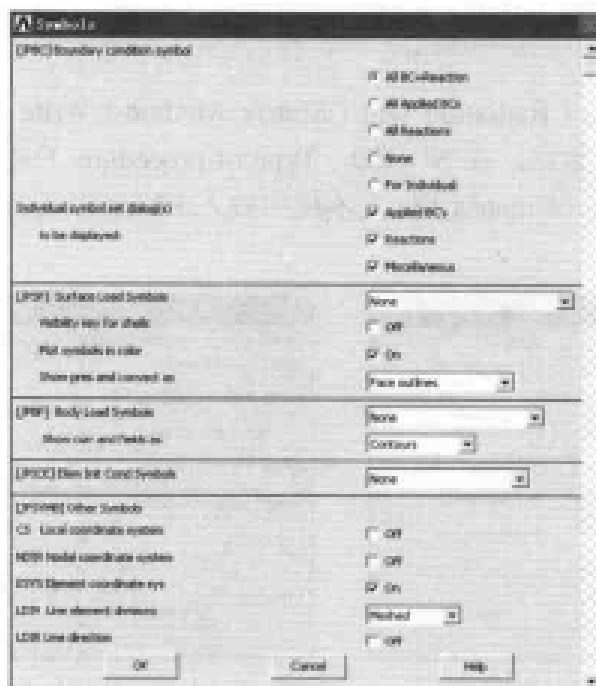

图 11-20 标记显示对话框
(10) 选择 Main Menu | Preprocessor | Meshing | Mesh | Lines 命令, 出现 Mesh Lines 菜单, 在文本框中输入 5, 6, 7, 8, 单击 OK 按钮该菜单。
(11) 选择 Utility Menu | File | Change Title 命令, 出现 Change Title 对话框, 在文本框中输入 TO VERIFY THE RADIATION AREAS WHETHER TO BE OPPOSITE, 单击 OK 按钮关闭该对话框。
(12) 选择 Utility Menu | PlotCtrls | Symbols 命令, 出现 Symbols 对话框, 选择 ESYS Element coordinate sys 选项, 使其状态从 Off 变为 On, 其余选项均采用默认设置, 如图 11-20 所示, 单击 OK 按钮关闭该对话框。